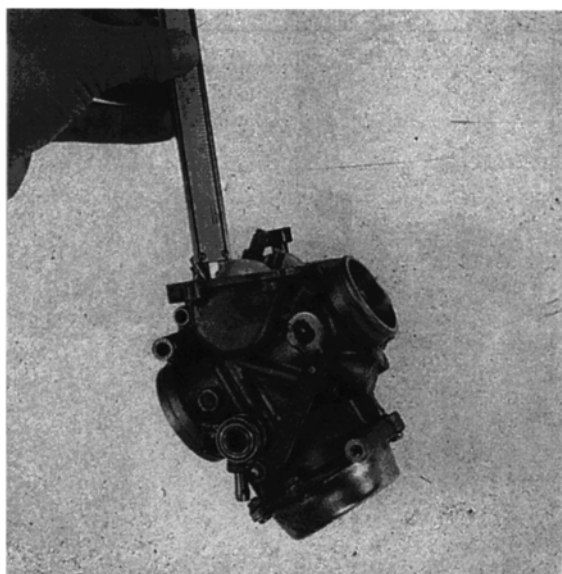

Bild 40
-  Schwimmerstand mit Schiebelehre bei geschlossenem Schwimmerventil messen. Abstand Schwimmer / Gehäusekante muss bei anliegendem Ventilkegel, jedoch nicht eingedrückter Ventiltfeder, 7 mm betragen (Bild 40). Korrektu-